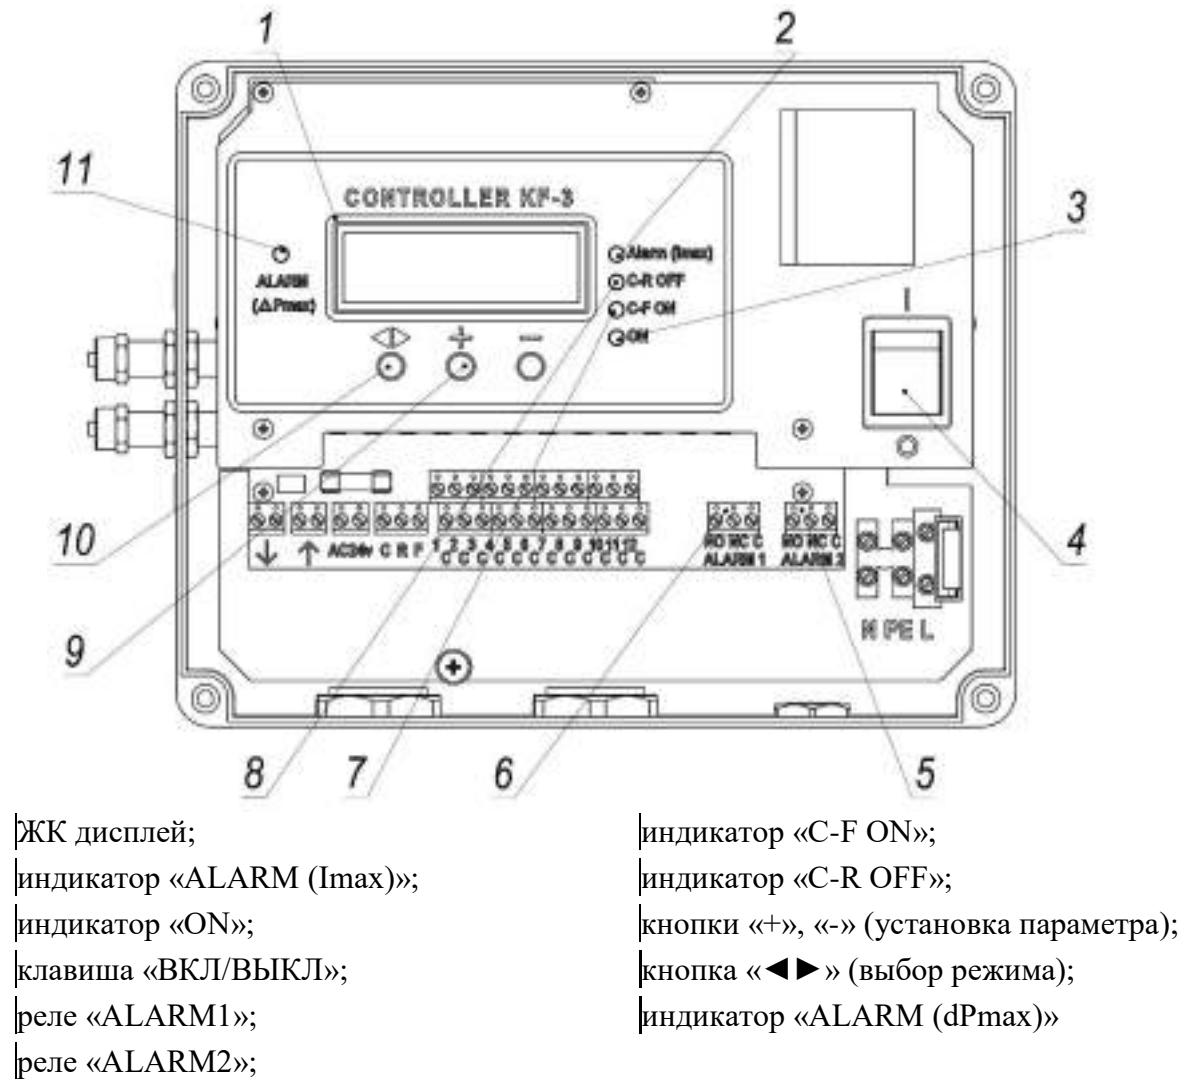

Рисунок 8
5.6.1 Перед настройкой контроллера необходимо убедиться, что клавиша «ВКЛ/ВЫКЛ» (рисунок 8, поз. 4) переведена в режим «ВКЛ». Для настройки контроллера используются кнопки, расположенные на его панели управления. Назначение кнопок на панели управления приведено в таблице 7.